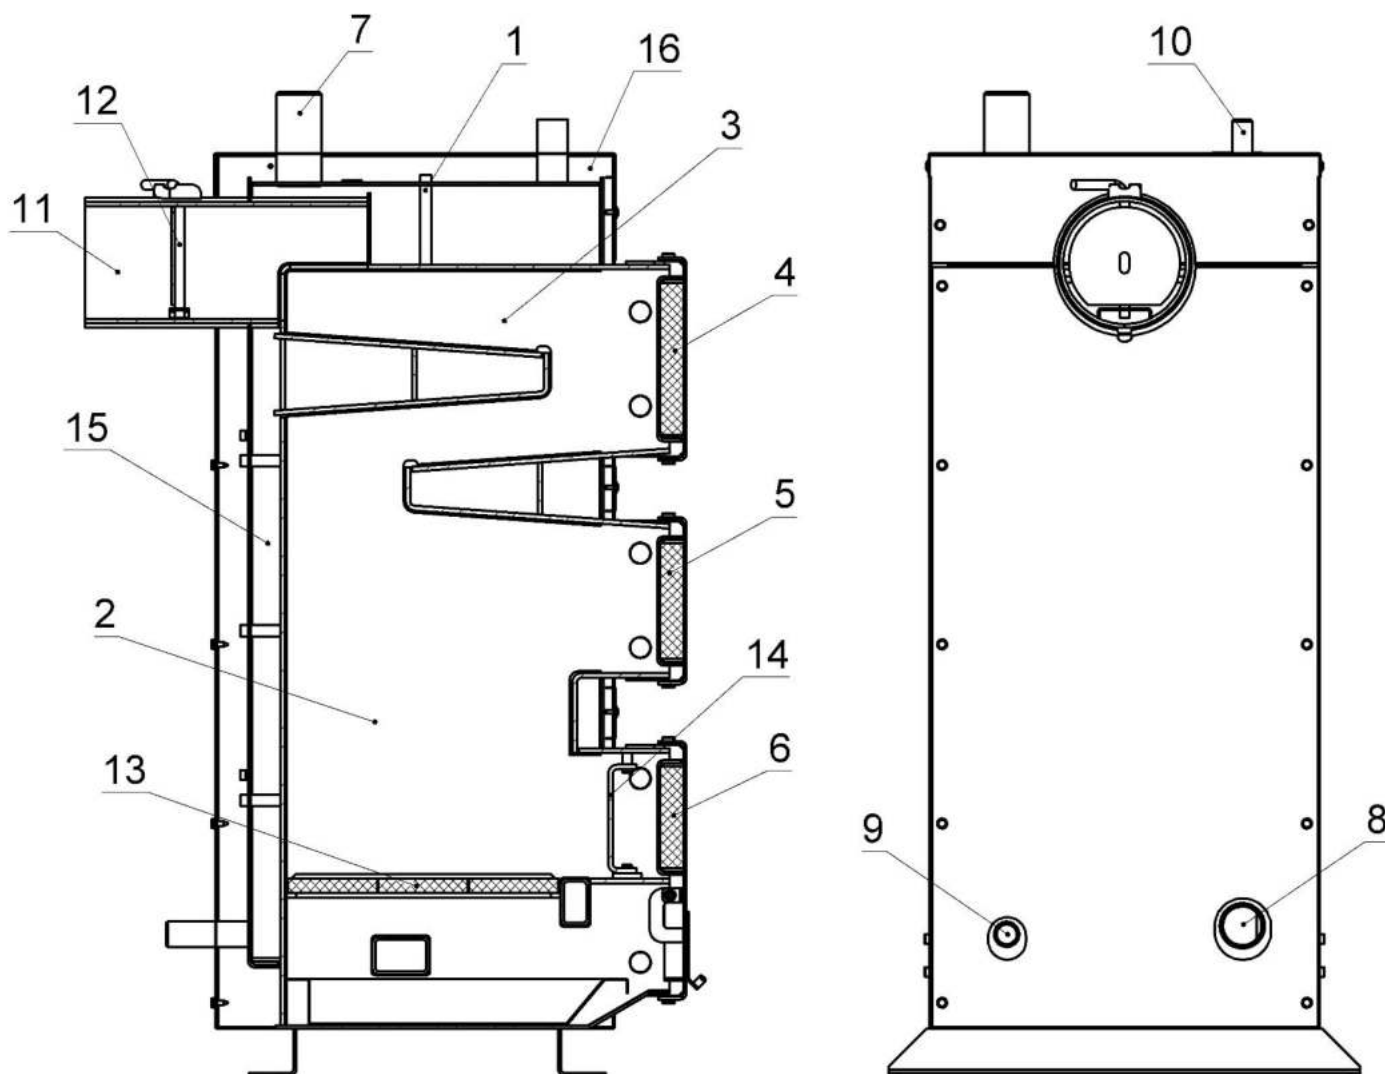

Рисунок 5.1 – Зовнішній вигляд та основні елементи котла типу КТД
Конструктивно котел являє собою збірно-зварену конструкцію, що складається з корпусу (поз. 1, рис. 5.1) з камерою згоряння (топкою) (поз. 2, рис. 5.1). Над топкою розташована конвекційна частина котла (поз. 3, рис. 5.1), що являє собою високоефективний двоходовий теплообмінник.
Корпус котла виконаний в формі паралелепіпеду з подвійними стінками, які розділені водними перегородками (поз. 15, рис. 5.1). На зовнішній поверхні корпусу під декоративною обшивкою закріплена теплова ізоляція. (поз. 16, рис. 5.1). Паливо для процесу спалення завантажується на колосникові ґрати (поз. 13, рис. 5.1) крізь завантажувальні дверцята (поз. 5, рис. 5.1). Колосникові ґрати виконані з чавуну. Згоряння палива в топці відбувається за участю повітря, яке постачається в топку наступним чином:
Підведення і відведення теплоносія здійснюється відповідно через патрубки зворотної мережної води (поз. 8, рис. 5.1) і прямої мережної води (поз. 7, рис. 5.1).
Топочні гази виходять у димохід крізь боров (поз. 11, рис. 5.1), розташований у задній частині котла. Боров обладнано вбудованим дросельним клапаном продуктів згоряння – шибером (поз. 12, рис. 5.1). У випадку надто високої тяги у димоході шибер дає можливість її знизити шляхом часткового перекривання вихідного отвору борова.
У верхній частині корпусу котла розташований штуцер для встановлення групи безпеки котла (поз. 10, рис. 5.1).
На бічній стінці корпусу у нижній її частині розміщено штуцер для зливу води з котла (поз. 9, рис. 5.1).
- дверцята для періодичного обслуговування (чищення) конвекційної частини котла (поз. 4, рис. 5.1);
- ревізійний дверцята (поз. 6, рис. 5.1) для періодичного чищення колосникових ґрат.
Регулятор тяги необхідно приєднати до патрубку з внутрішньою різьбою, який знаходиться у верхній частині корпусу (рис. 5.1). Різьбове з'єднання при цьому потрібно ущільнити. Регулятор повернути таким чином, щоб наконечник для закріплення шестигранного важеля (з комплекту регулятора) був направлений вправо.